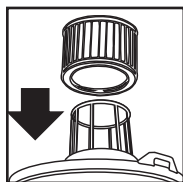

FIGURE 20
33. Le couvercle de la cuve étant tourné à l'envers, glisser la cartouche filtrante par-dessus la cage du filtre et pousser dessus jusqu'à ce qu'elle fasse bien étanchéité contre le couvercle. **FIGURE 20.**